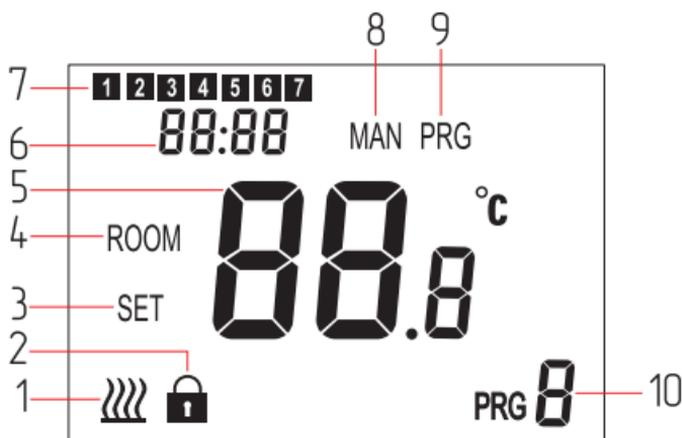

Рис.1 Индикация терморегулятора
- Необходимо в режиме настройки параметров терморегулятора, меню №11 установить (1).
- После включения блокировки на дисплее появляется символ  (Рис.1, поз.2), показывающий что кнопки заблокированы. В данном режиме изменение настроек возможно только после временного разблокирования, которое можно сделать нажав кнопку «SET» и удерживая её в течение 5 секунд. После изменения настроек блокировка включится автоматически. Полное отключение блокировки возможно только в режиме настройки параметров терморегулятора.